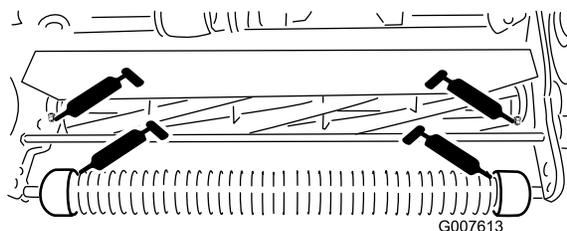

図 21
- ・ 前ローラ (2ヶ所) (図 21)
- ・ リールベアリング (2ヶ所) (図 21)